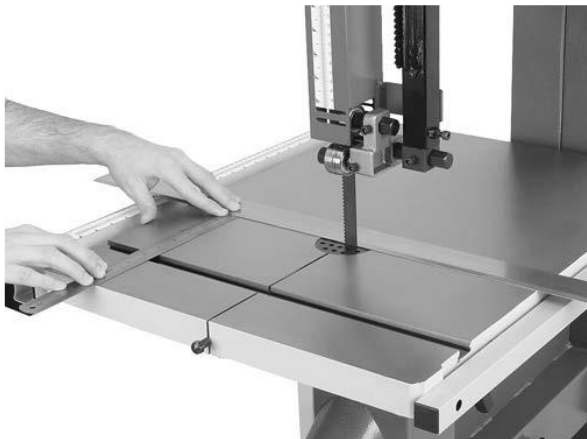

Рисунок 15
1. Положите вдоль боковой стороны полотна поверочную линейку так, чтобы она не слишком сильно давила на полотно. Поверочная линейка должна касаться обеих кромок полотна (рисунок 15).